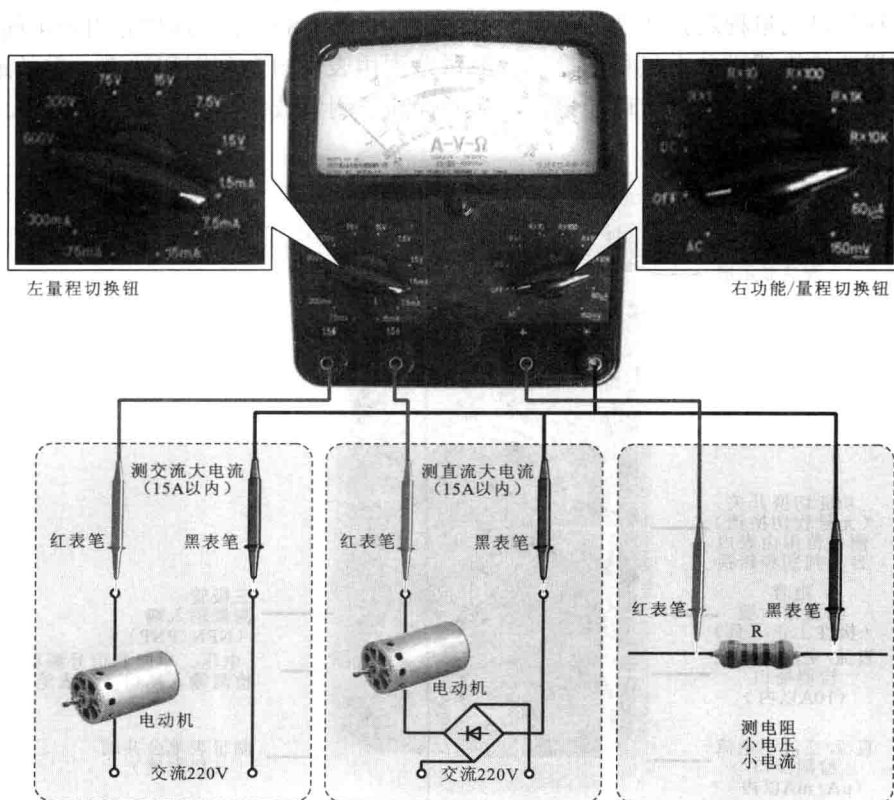

图 1-6 双旋钮指针式万用表
- 双旋钮指针式万用表。图 1-6 所示为典型的双旋钮指针式万用表, 与单旋钮指针式万用表不同的是, 它是通过左右两个旋钮设置不同的测量项目和挡位。